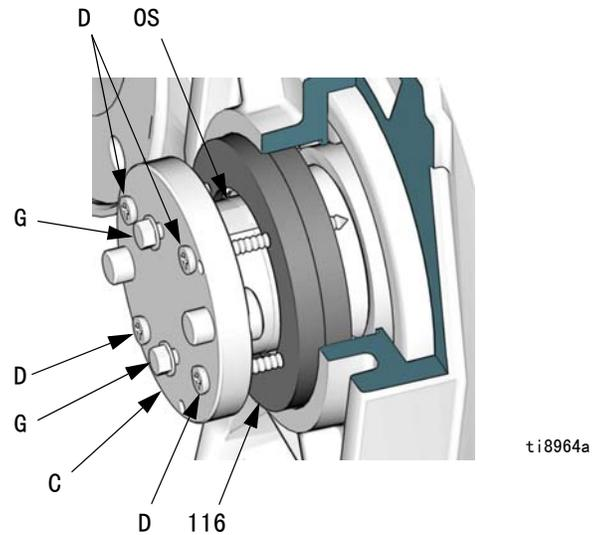

图 27. 卸下输出轴密封
- a. 参见图 27。将工具（C）放在输出轴（OS）上。转动工具 90°。安装并拧紧两个 0.5 英寸（13 毫米）螺钉（G），以将工具锁定就位。